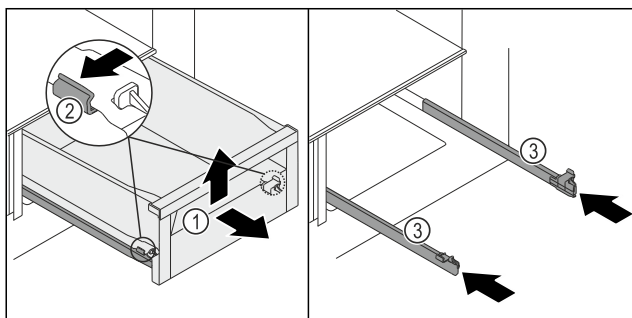

Fig. 210
- Vytáhněte zásuvku Fig. 210 (1) až na doraz.
- Svorku Fig. 210 (2) vlevo a vpravo současně lehce stlačte na kolejničkách směrem ven.
- Zásuvka Fig. 210 (1) se uvolní z kolejniček.
- Nadzvedněte zásuvku Fig. 210 (1) vpředu.
- Vyjměte zásuvku Fig. 210 (1) dopředu.
- Zasuňte kolejničky Fig. 210 (3).